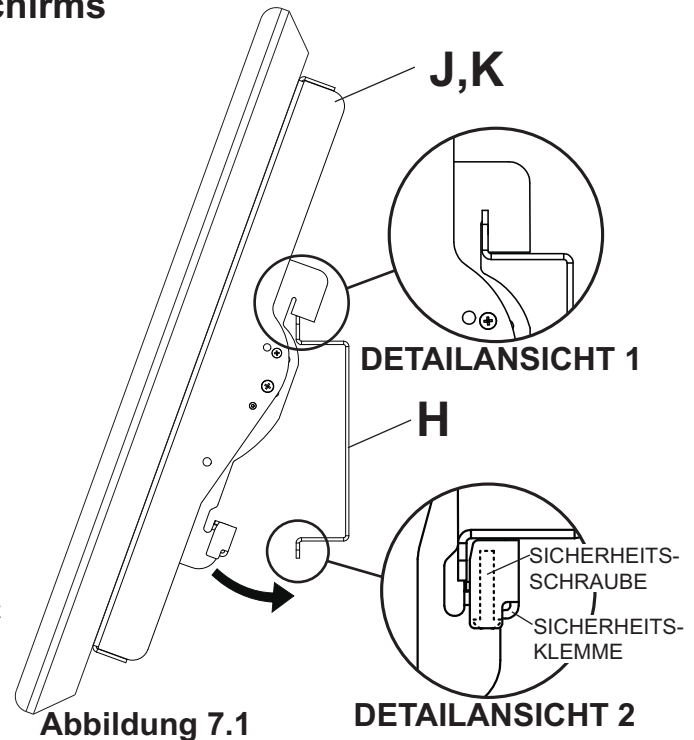

Abbildung 7.1
Anbringung des Bildschirms: Haken Sie die Kipphalterungen (J,K) an der Adapterplatte (H) ein und schwenken Sie den Bildschirm wie in Abbildung 7.1 dargestellt nach innen. **HINWEIS:** Falls sich die Sicherheitsklemme nicht an der Adapterplattenunterseite vorbeiführen lässt, lösen Sie die Sicherheitsschraube mit einem Inbusschlüssel (L). Die Haken der Kipphalterungen müssen ganz in die Adapterplatte eingreifen wie in Detailansicht 1 dargestellt. Ziehen Sie die Sicherheitsschraube mit einem Inbusschlüssel (L) an, bis die Sicherheitsklemme fest an der Unterseite der Adapterplatte anliegt.